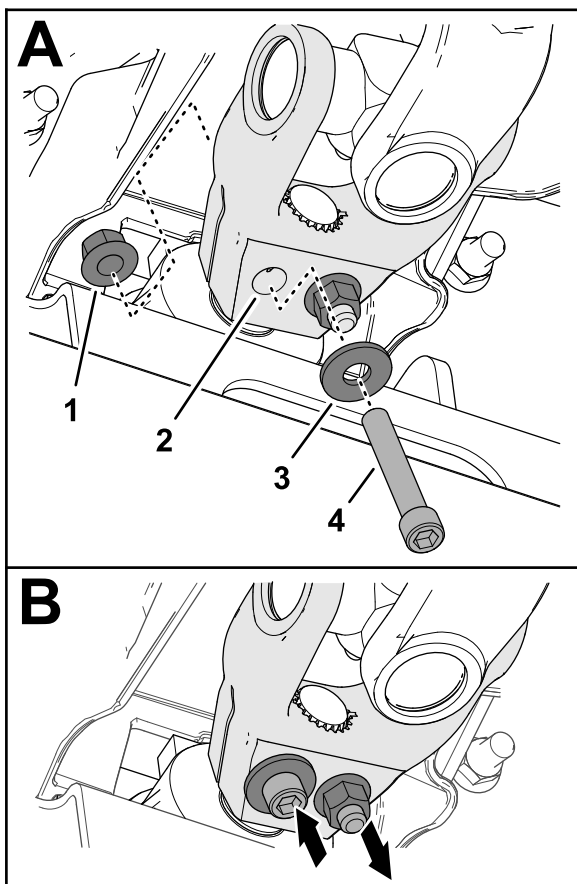

Figure 17
6. Insérez une vis à tête creuse ($\frac{3}{8}$ x $2\frac{1}{4}$ po) dans une rondelle ($\frac{3}{8}$ po) et dans le trou de la chape de l'arbre d'entraînement (Figure 17), et fixez la vis au moyen d'un contre-écrou à embase ($\frac{3}{8}$ po).
7. Insérez une vis à tête creuse ($\frac{3}{8}$ x $2\frac{1}{4}$ po) dans une rondelle ($\frac{3}{8}$ po) et dans le trou de la chape de l'arbre d'entraînement (Figure 17) par l'autre côté, et fixez la vis au moyen d'un contre-écrou à embase ($\frac{3}{8}$ po).